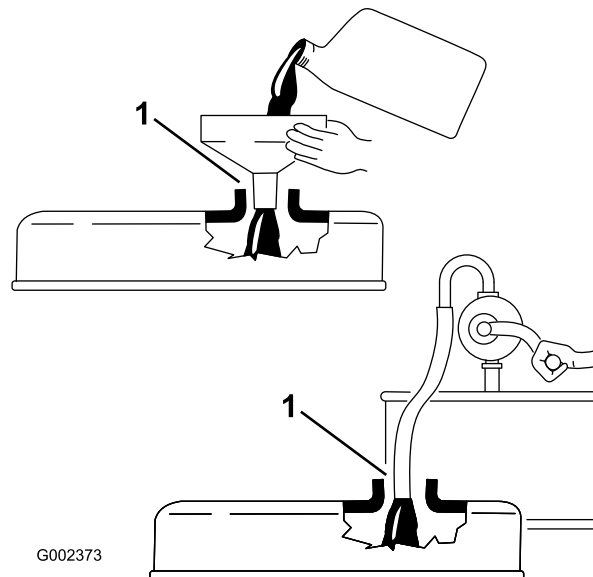

Figura 28
**Importante:** Assicuratevi che l'asta di livello non sia inserita nel relativo tubo mentre versate l'olio nel motore. In caso di aggiunta o rifornimento di olio, vi *deve essere* gioco tra il dispositivo e il foro di riempimento dell'olio nel coperchio della valvola, come mostrato in Figura 28. Il gioco è necessario per consentire l'aerazione durante il riempimento, prevenendo l'eccesso di olio nello sfiatatoio.